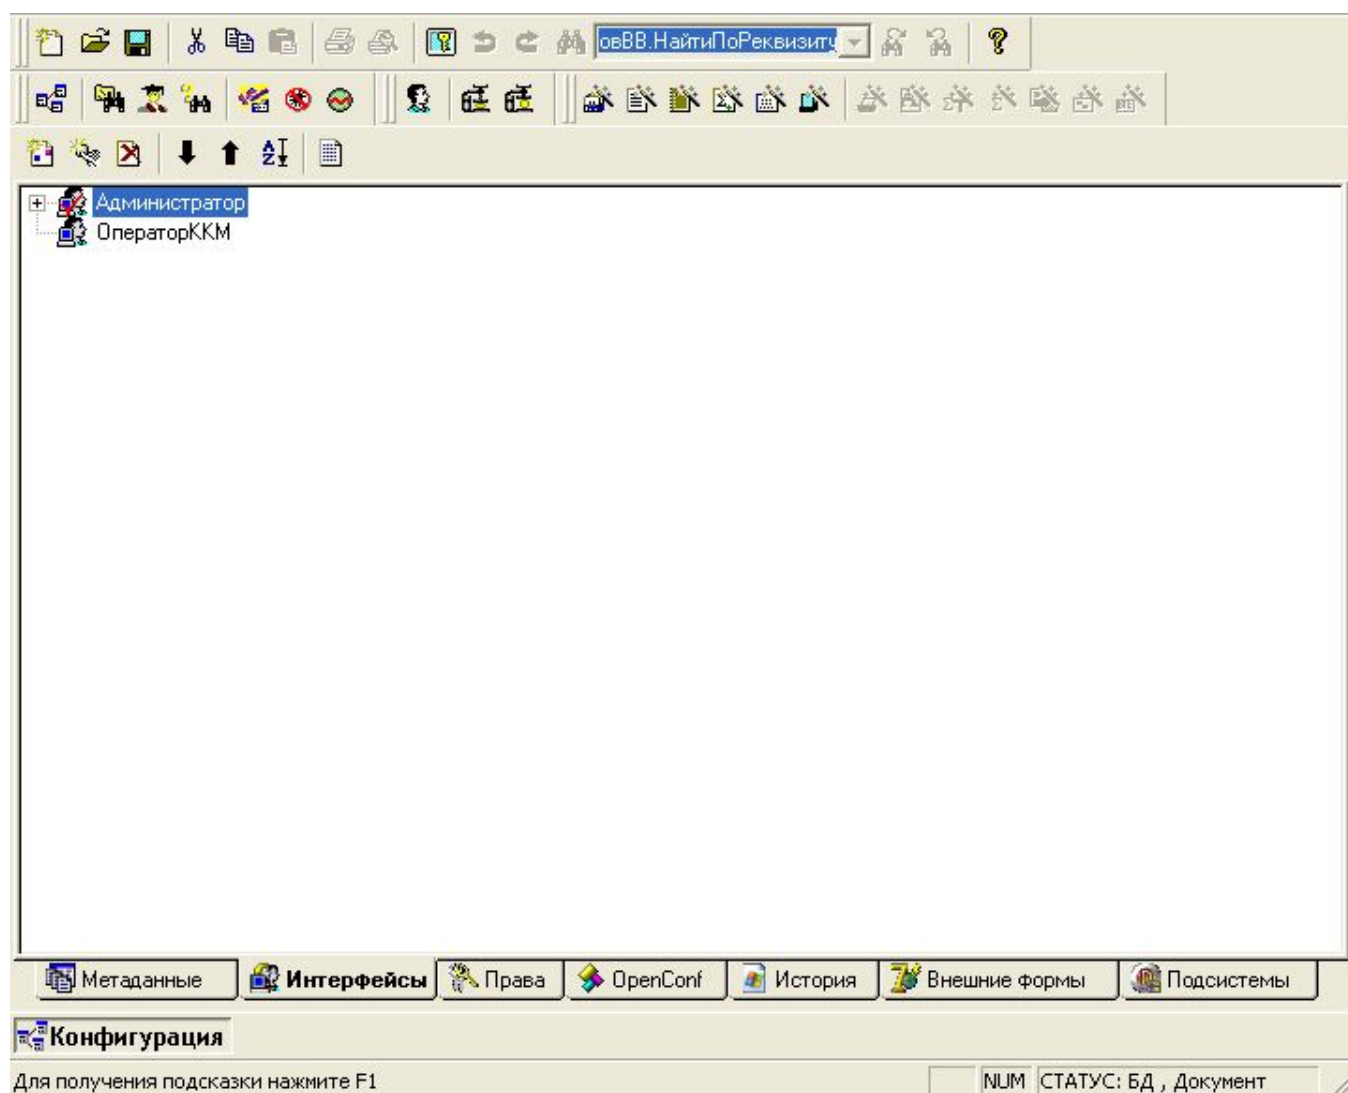

Рисунок 2. Закладка «Интерфейсы»
- в конфигураторе выбрать закладку «Интерфейсы» (Рисунок 2);